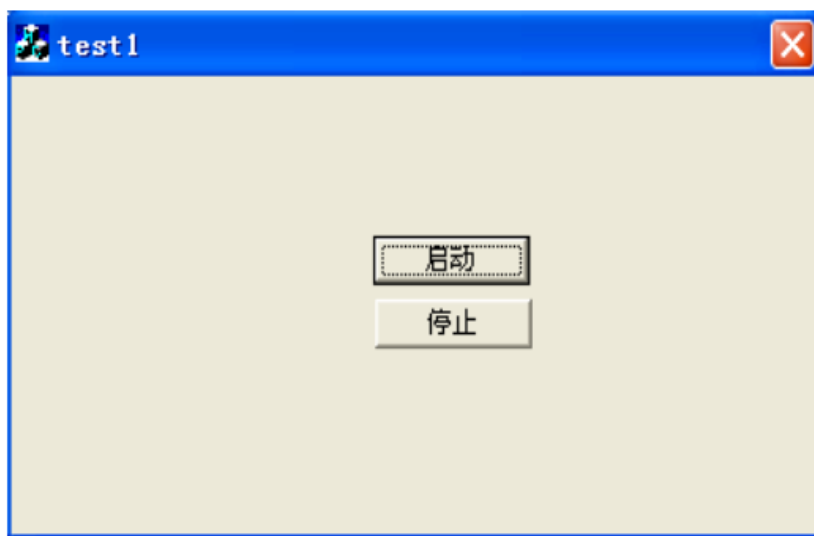

图 6-7 程序运行界面
(13) 编译，运行，按下“启动”按钮，第 0 轴就会输出长度为 200000 的脉冲，运动中可以按下“停止”按钮便会减速停止脉冲输出，如图 6-7 所示：